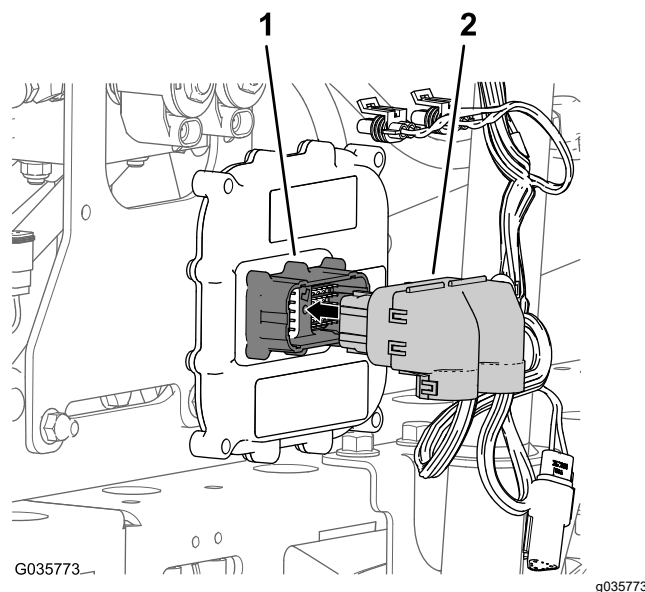

Figura 28
2. Conecte el conector hembra de 50 vías del arnés de cables para el brazo Sonic Boom al conector de 50 pines del controlador electrónico y fije los conectores con el tornillo de cabeza allen (Figura 28).